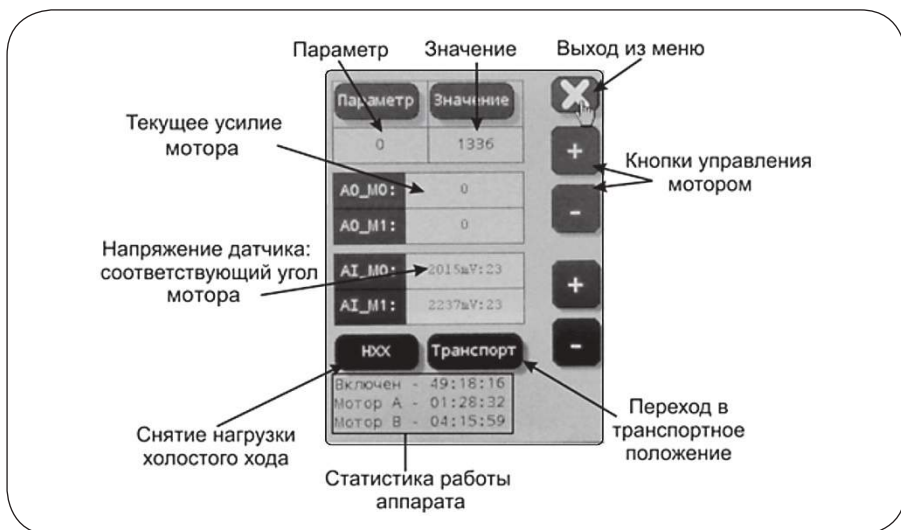

Рисунок 7.7 – Дисплей режима настройки системы
7.5. Дисплей режима настройки системы (см. рис. 7.7):